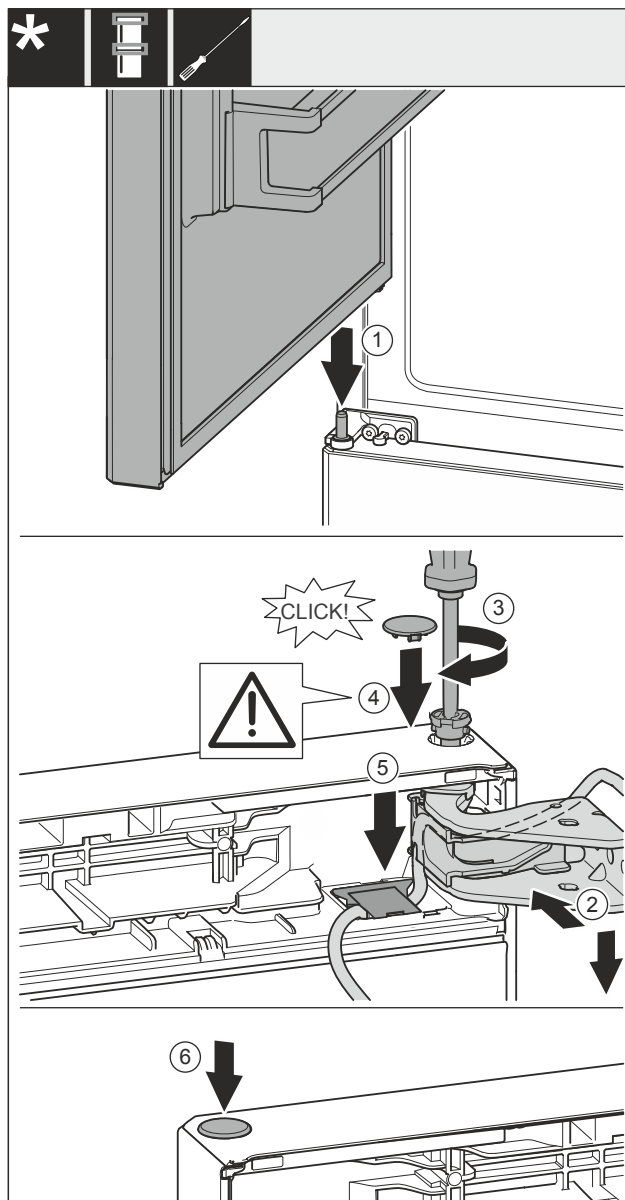

Fig. 36
- Așezați ușa superioară pe bolțul central de lagăr Fig. 36 (1).
- Aliniați ușa sus spre deschizătură în suportul de lagăr Fig. 36 (2).
- Introduceți bolțul Fig. 36 (3) și înșurubați-l ferm cu șurubelnița.
- Montați capacul Fig. 36 (4).
- Controlați să fie capacul Fig. 36 (4) așezat pe ușa.
- Introduceți capacul Fig. 36 (5) și apăsați în jos până când se fixează în poziție.
- Montați capacul Fig. 36 (6).